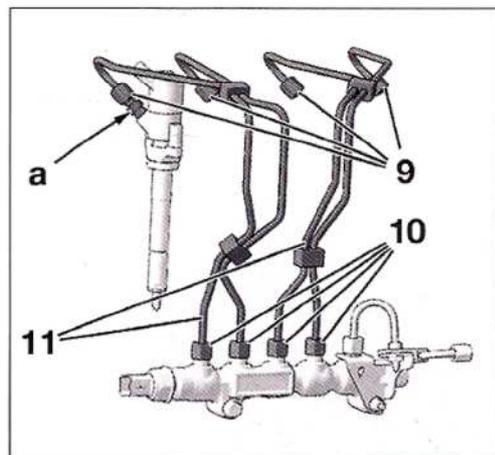

FIG. 61
- Aflojar las conexiones (9) aplicando un contrapunto en (a). (Fig.61).
Este párrafo describe la extracción de la junta (14) (Fig.61), en el caso en que sea difícil de extraer.